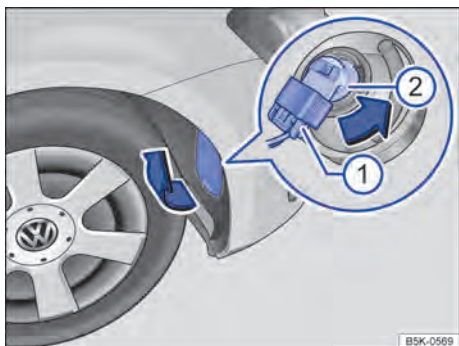

Fig. 253 No protetor da caixa de roda dianteiro direito: substituir a lâmpada incandescente no farol.
3.	Se necessário, levantar com cuidado a cobertura no protetor da caixa de roda, no sentido da seta, com a lâmina plana da chave de fenda das ferramentas de bordo ⇒ Fig. 253.
4.	Destruvar e retirar o conector ①.
5.	Girar o suporte de lâmpadas ② até o batente no sentido anti-horário (seta) e retirar para trás com a lâmpada incandescente.
8.	Encaixar o conector ① no suporte da lâmpada ②. O conector precisa encaixar audivelmente.
9.	Encaixar a cobertura no protetor da caixa de roda ⇒ Fig. 253.